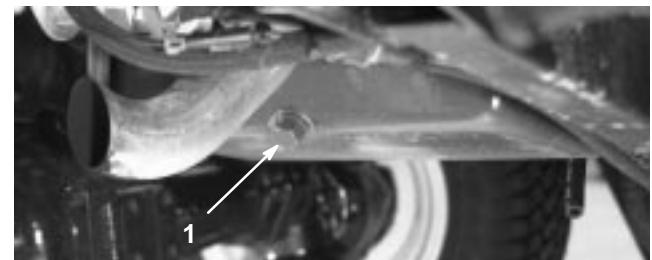

Bild 46
- Entfernen Sie die Ablassschraube (Bild 46) und lassen das Öl in ein Auffanggefäß ab. Schrauben Sie die Ablassschraube wieder ein, nachdem das Öl abgelaufen ist.